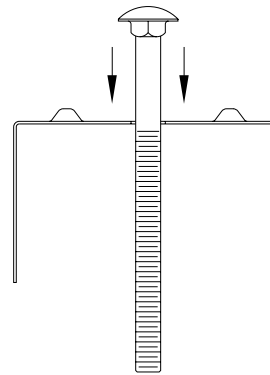

Fig. 4
Insert the (2) 1/4 - 20 carriage bolts into the square holes in the back of the housing. **See Figure 4.**
Insert the (2) 1/4 -20 carriage bolts into the square holes in the back of the fixture housing. **See Figure 4.**
Insérer les deux boulons de carrosserie 1/4-20 dans les trous carrés situés au dos du boîtier de l'appareil. **Voir la figure 4.**